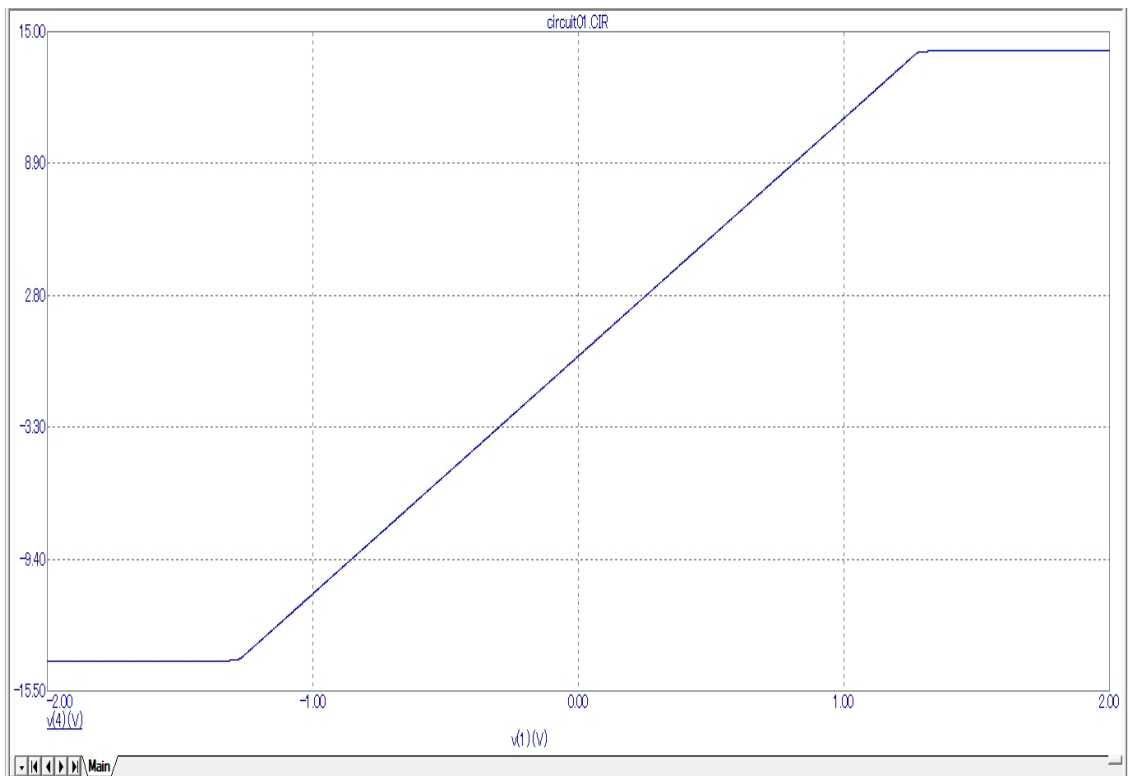

Рис.7
2. Результаты моделирования, изображенные на рис.7, возможно были получены при исследовании схем:
- рис.7;
- рис.7;**